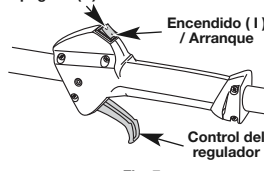

Fig. 7
**NOTA:** No hay necesidad de encender la unidad. El interruptor de Encendido/Apagado debe estar en la posición ENCENDIDO (1) en todo momento (Fig. 7).
6. Apriete el control del regulador (Fig. 7) y tire de la cuerda **5 veces** con movimiento regulado y firme (Fig. 9).
2. Oprima y no suelte el interruptor de control de Encendido y Apagado en la posición APAGADO (O) hasta que el motor se detenga por completo (Fig. 7).